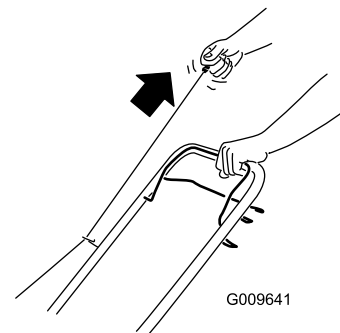

Figura 14
2. Tirate l'avviatore autoavvolgente (Figura 14).
Nota: Quando utilizzate l'avviatore autoavvolgente, tiratelo leggermente fino ad avvertire una certa resistenza, poi date uno strappo (Figura 14). Lasciate che il cordino si riavvolga nell'avviatore lentamente.